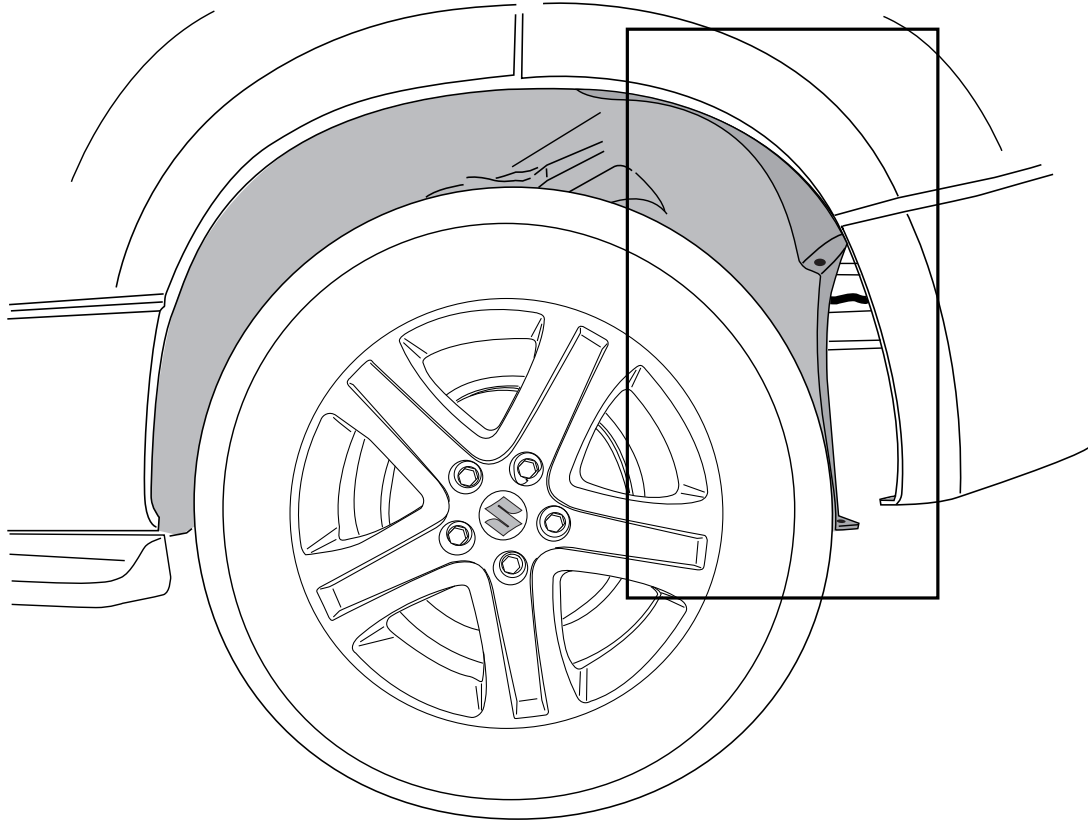

Fig. 1
3. Частично снять противогрязевые щитки в надколесных дугах, чтобы облегчить доступ к рабочей зоне (см. рис. 1).